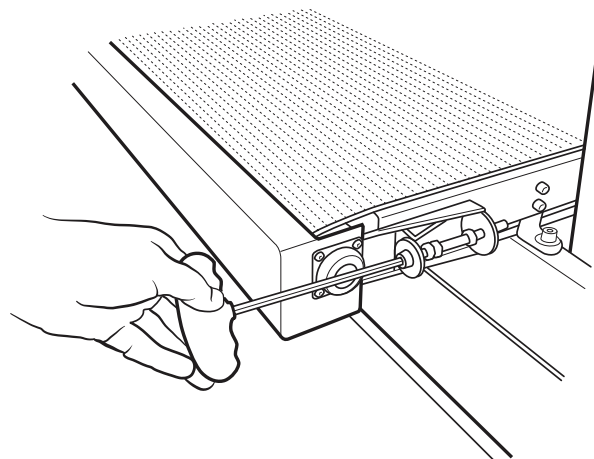

FIG. 5
1. Ubique los pernos de tensión de la cinta de alimentación como se muestra en la Fig. 5.